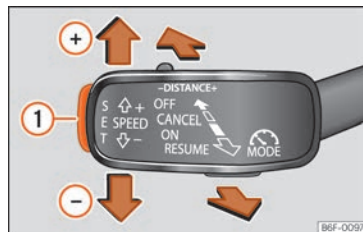

Fig. 223 A la izquierda de la columna de la dirección: tercera palanca para manejar el GRA.
- Pulse el botón **SET** »» fig. 223 ①.
- Presione la tecla **SET** **>>>** **fig. 223**  para reducir la velocidad en pasos pequeños de 1 km/h (1 mph).